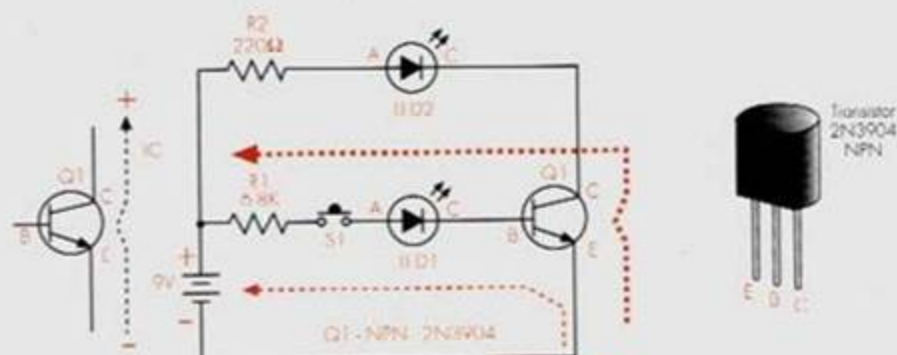

Figura 1. Diagrama esquemático
1. Arme en el protoboard el circuito que aparece en el diagrama esquemático (figura 1). Puede usar como guía el diagrama pictórico. Recuerde que puede montar los componentes en cualquier orden, a excepción de la batería, la cual debe conectarse de último.